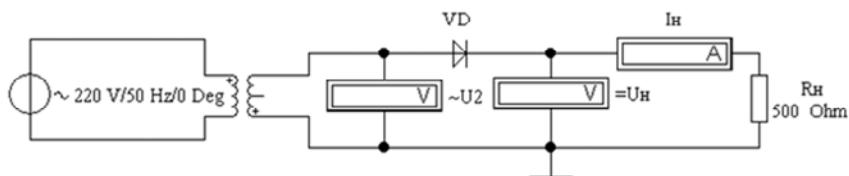

Рис. 16.3. Однополупериодное выпрямление (файл **rect14.ewb**)
3. Решить задачу 13.14 [2]. Проверить решение задачи в EWB (файл **rect14.ewb**, рис. 16.3). Найти отношение показаний вольтметров U_H/U_2 .